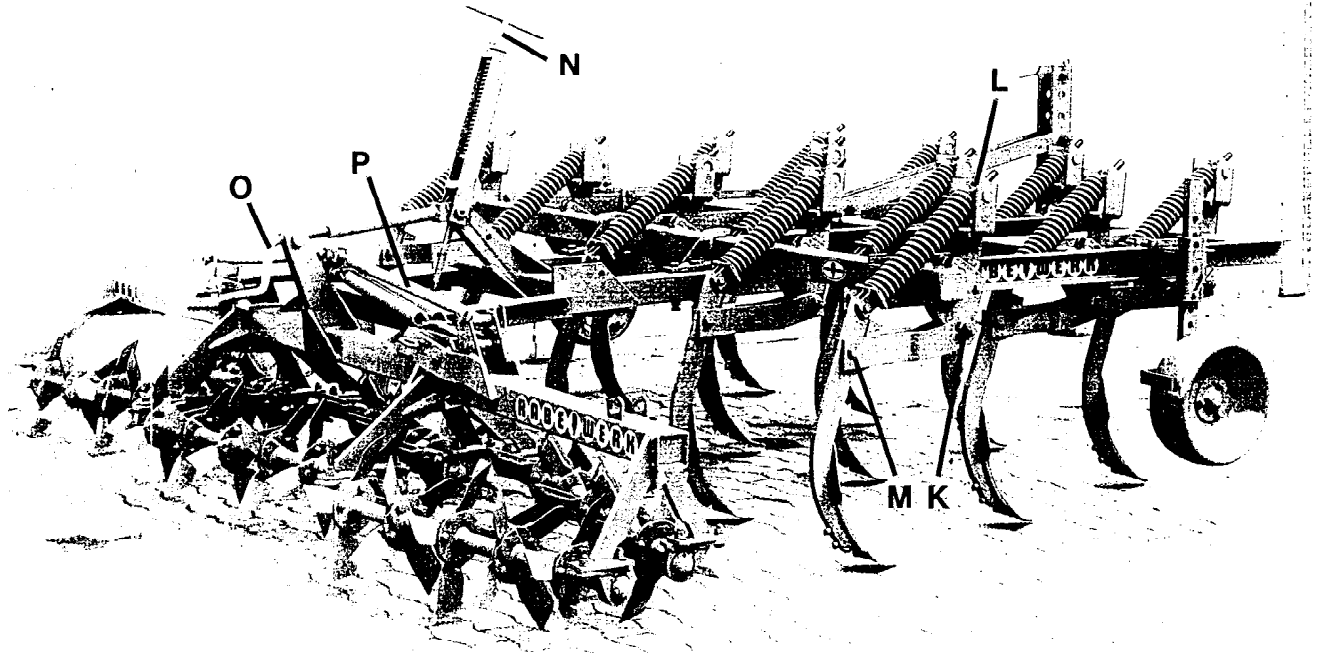
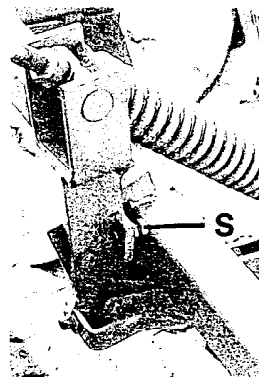

Fig. 1
Fig. 7
Die Arbeitstiefe (Spindel N, Fig. 1) und der Anstellwinkel (Spindel O) sind stufenlos verstellbar. Neigt die vordere Welle bei sehr lockerem Boden zum Schieben und Stehenbleiben, so wird sie etwas angehoben (Spindel O linksrum drehen).
Bei mechanisch einklappbarer Messer-Rollegge die Seitenteile mit den verstellbaren Streben P stabilisieren (Fig. 1).
Alle Lagerungen mit Schmiernippel regelmäßig schmieren; ca. alle 25 h die Drehpunkte (K) und Stangenführungen (L; Fig. 1) der abgefederten Zinken sowie Lager der Messer-Rollebühne bzw. eines Krümlers.
Zinken-Drehpunktschrauben (M, Fig. 1+6) und Drehpunkte (K, Fig. 1) mit "Kontermutter" bzw. Kronenmutter spielfrei nachstellen; außerdem darauf achten, daß bei abgefederten Zinken die Stützschrauben (S, Fig. 7) fest anliegen (Abb.: EGF).